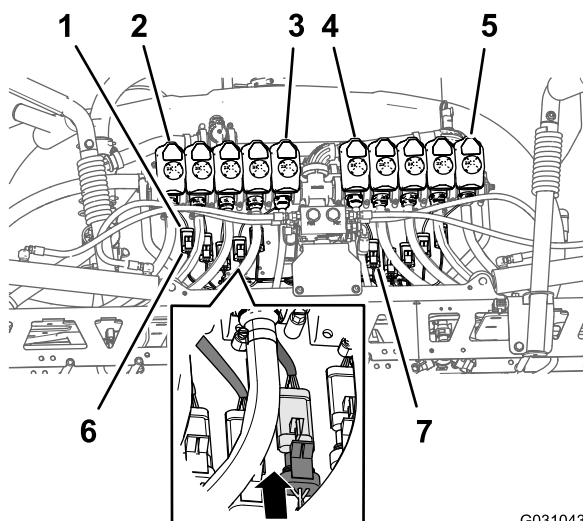

図 113
を、10バルブマウントの後方からノズルバルブ 1-5の下へ導く図 113。
2. 218.4cm の枝線の、**Nozzle Valve 6-Nozzle Valve 10**というラベルの付いた3ソケットコネクタを、10バルブマウントの後方からノズルバルブ 6-10の下へ導く図 113。
3. 後方ワイヤハーネスの **Nozzle 1**というラベルの付いている3ピンソケットコネクタを、ノズルバルブ 1番用の3ピンコネクタに接続する図 113。
4. ノズルバルブ 2番 10番についても、ステップ 3 を行う図 113。